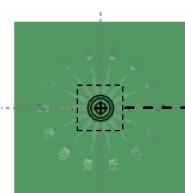

图 23.10 截面草图
② 绘制截面草图。绘制图 23.10 所示的截面草图；完成特征截面的绘制后，单击“草绘”操控板中的“确定”按钮 。
(2) 在操控板中选取深度类型为 ，输入深度值 2.0。
(3) 在“拉伸”操控板中单击 按钮，完成特征的创建。